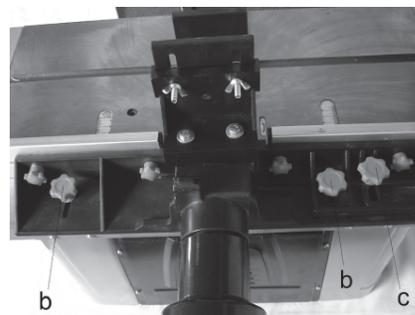

Рис. 15
Затяните два крепежных винта (B) на задней стороне упора, чтобы зафиксировать его в установленном положении. Рис.15.